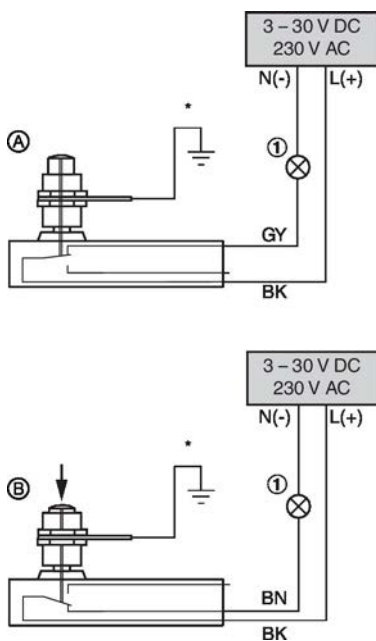

Fig. 12: Exemple de câblage pour interrupteur de fin de course
① Voyant d'indication ou relais, fourni par d'autres à 230 V
- Les interrupteurs de fin de course doivent être raccordés suivant l'exemple de câblage ci-contre. Voir la Fig. 12